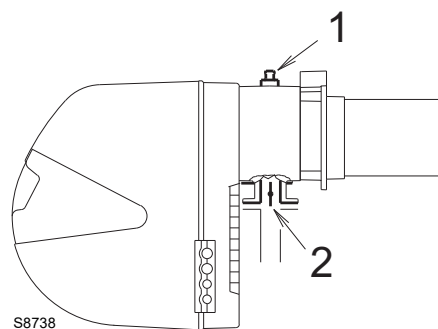

Abb. 21
Gasdruck gemessen an Anschluss 1)(Abb. 21), mit:
Strömungsverlust Gasdrossel 2)(Abb. 21) bei maximaler Öffnung: 90°.
- Ziehen Sie vom Gasdruck am Anschluss 1)(Abb. 21) den Druck in der Brennkammer ab.
Gasdruck an der Entnahmestelle 1)(Abb. 21) = 10,4 mbar
Zur Ermittlung des für den an der Entnahmestelle 1)(Abb. 21), erforderlichen Gasdrucks, nachdem die gewünschte Leistung des Brenners festgelegt wurde:
- Rechts, in Spalte 1, den Druck an der Entnahmestelle 1)(Abb. 21) ablesen
erforderlicher Druck an der Entnahmestelle 1)(Abb. 21).